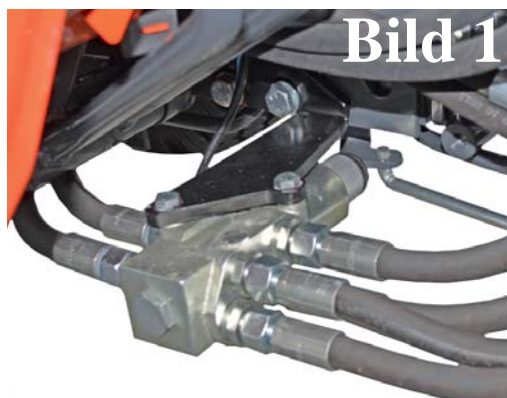
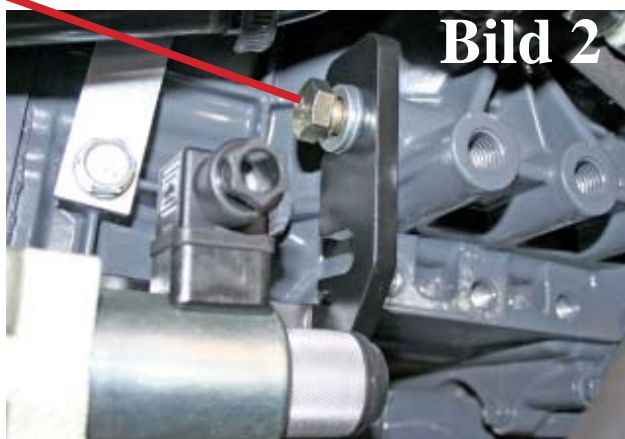

Bild 1
Bild 2
- Bild zeigt die Montage des 6 / 2 Wegeventil bei B50 Bügel mit Schaltgetriebe (Bild1) . Bei Verwendung eines Zwischenachsmähwerks bei dieser Maschine (B50 Bügel Schaltgetriebe) muss die Position des 6 / 2 Wegeventils (Halter mit Schraube M12 x 25 Bild 2) als auch die Anschlüsse der Hydraulikschläuche (Bild 3) abgeändert werden.